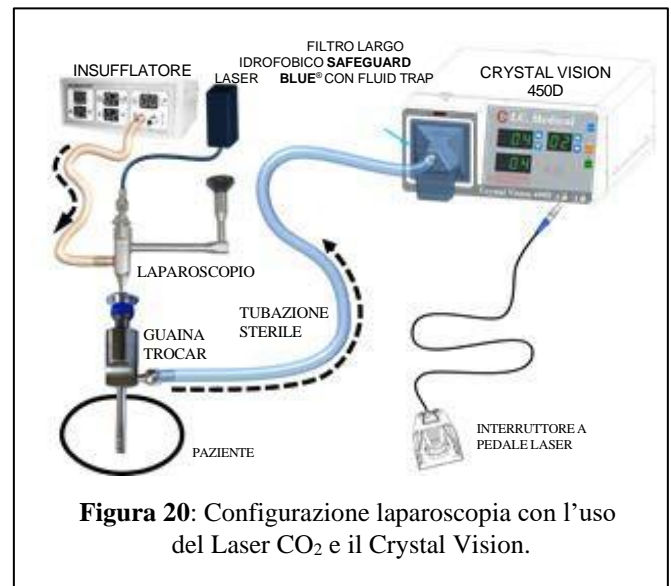

Figura 20: Configurazione laparoscopia con l'uso del Laser CO₂ e il Crystal Vision.
2. Installare e collegare la tubazione I/A al Crystal Vision su un'estremità e alla CANNULA (TROCAR) sull'altra estremità. Riferirsi alla Figura 20.